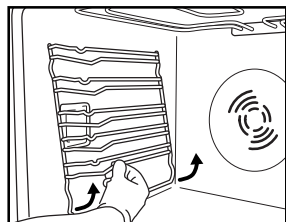

Fig. 1
1. Déposez les grilles porte-accessoires latérales (Fig. 1).
2. Déposez les grilles porte-accessoires latérales, si elles sont présentes (Fig. 1).